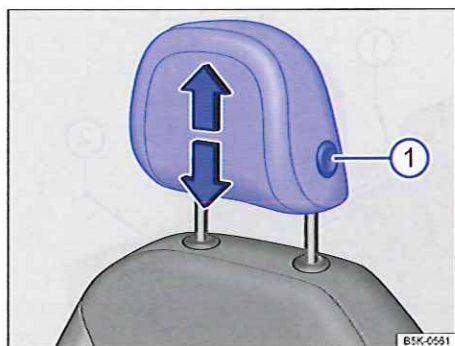

Fig. 48 Réglage de l'appuie-tête avant.
- Déplacez l'appuie-tête dans le sens de la flèche, vers le haut ou vers le bas, en maintenant la touche enfoncée ⇒ fig. 48 enfoncée .